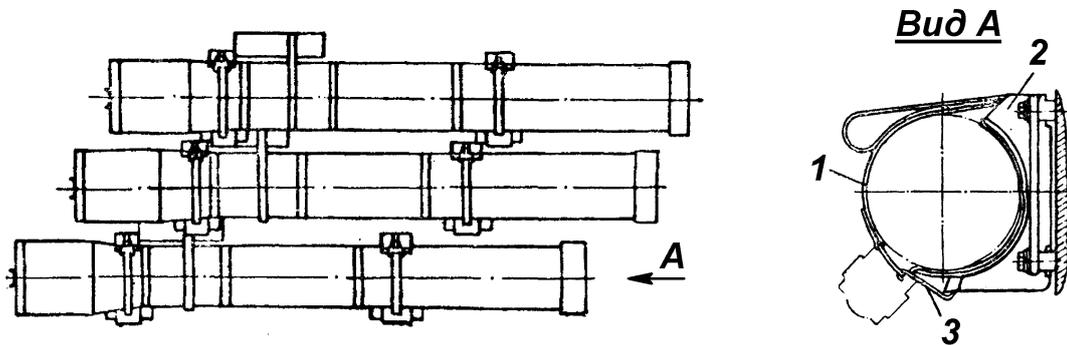
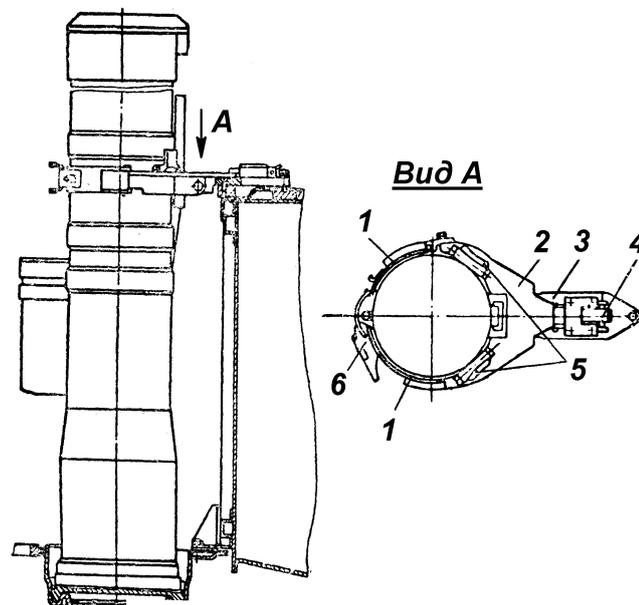

Рис. 19. Розміщення контейнерів 9М113 в укладці на правому борту БМП-2:
Рис. 20. Розміщення контейнеру 9М113 у вертикальній укладці:
- приймає від навідника через свій люк чотири контейнери з протитанковими ракетами 9М113 (9М11М) та закріплює три контейнери на правому борту корпусу машини (рис. 19), а один встановлює вертикально у бойовому відділенні (рис. 20), при цьому останній контейнер укладається так, щоб рукоятка для його перенесення знаходилася в пазу кронштейна²;